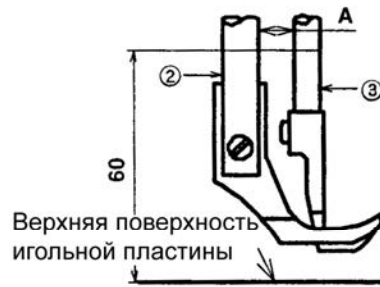

Рис. 1
<ol style="list-style-type: none"> 1. Установите шкалу стежка на «0» мм. 2. Поверните маховое колесо, чтобы установить игловодитель в его наинизшее положение. 3. Ослабьте винт ① в рукаве задней части игловодителя. 4. Отрегулируйте зазор между прижимом ② и шагающим прижимом ③ так, чтобы он был равен расстоянию А и хорошо зажмите установочный винт. В это время, измерьте расстояние от верхней поверхности игольной пластины к линии как показано на Рис. 1, с поднятой лапкой. <p>(Предупреждение)</p> <ul style="list-style-type: none"> • Хорошо зажмите установочный винт. 	<ul style="list-style-type: none"> • Пропуск стежков либо поломка иглы. • Свободные стежки.